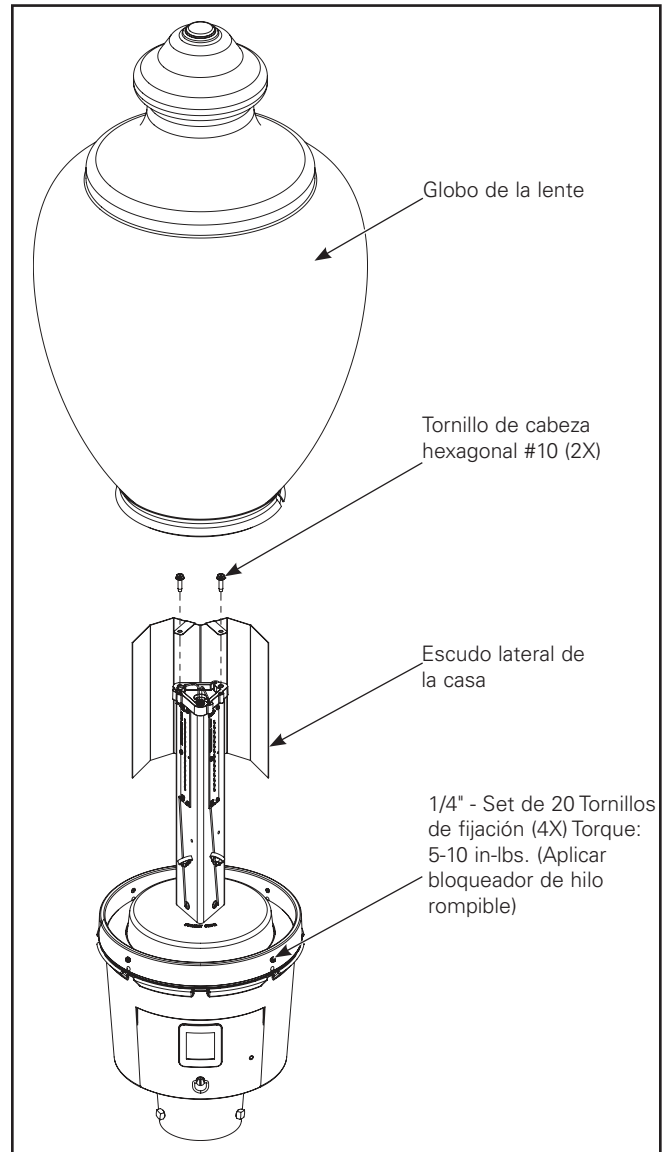

Figura 5.
- Para completar la instalación, deslice el globo de la lente sobre el motor de luz LED y aplique un bloqueador de rosca rompible a 4 tornillos de fijación. Apriete los 4 tornillos de fijación a 5-10 in-lbs. (Figura 5.)